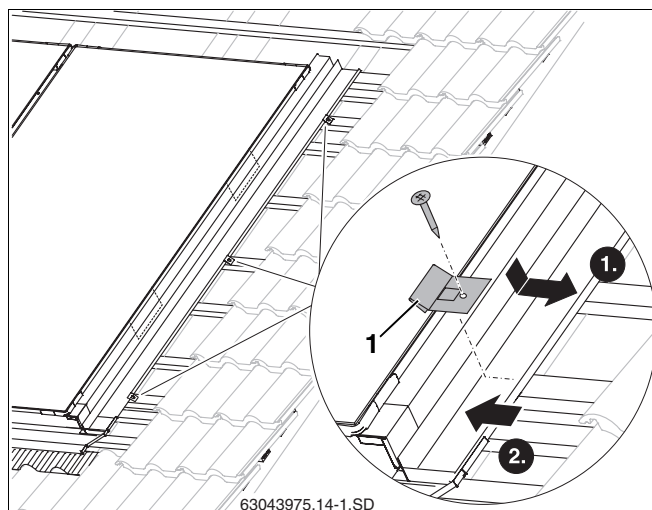

Fig. 50 Asegurar la chapa protectora lateral
- ▶ Sitúe el tope (fig. 50, **pos. 1**) en el borde de la chapa lateral.